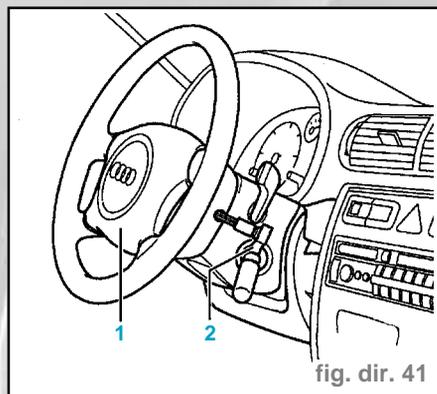

fig. dir. 41
- Dévisser les deux vis **Torx** (T30) du module d'airbag (fig. dir. 41).